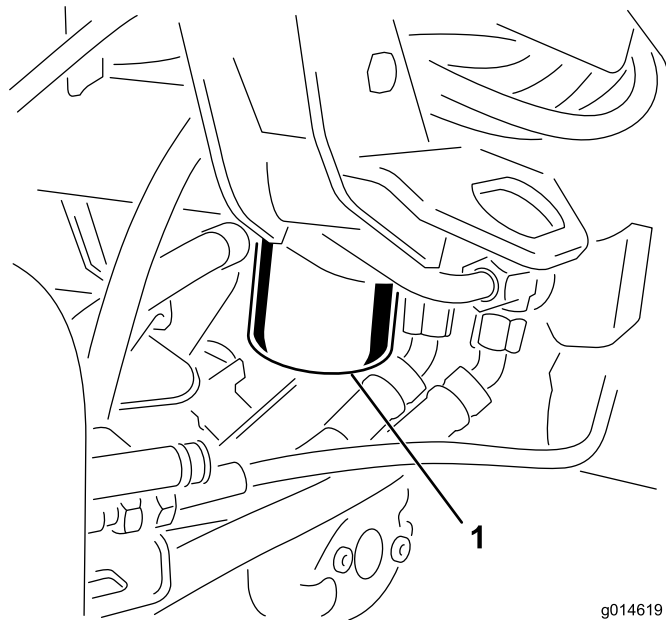

Figura 37
1. Pulite la superficie circostante il filtro (Figura 37). Collocate una bacinella di spurgo sotto il filtro e togliete il filtro.